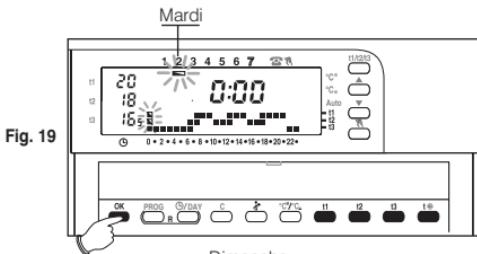

Fig. 19
La confirmation (**OK**) permet de mémoriser le programme configuré pour Lundi - fig. 18) et l'afficheur fait clignoter un tiret sous le **Mardi** (2) et les digits au niveau de l'heure **0:00**, superposés à l'échelle thermique programmée pour la veille (fig. 19).
Si l'on désire la même échelle thermique que pour le Lundi, appuyer sur la touche **OK** (fig. 19): la même échelle est saisie pour le Mardi et le tiret sous le jour **3 de Mercredi** ainsi que les digits situés au niveau de l'heure **0:00** se mettent à clignoter.